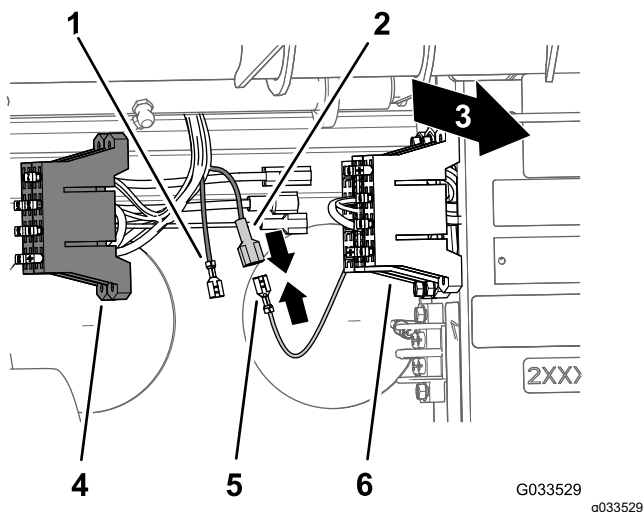

Figura 23
pulverizatorului (**Figura 23**).
- Cuplați borna neizolată a blocului de siguranțe al mașinii la borna lamă izolată a blocului de siguranțe al pulverizatorului (**Figura 23**).